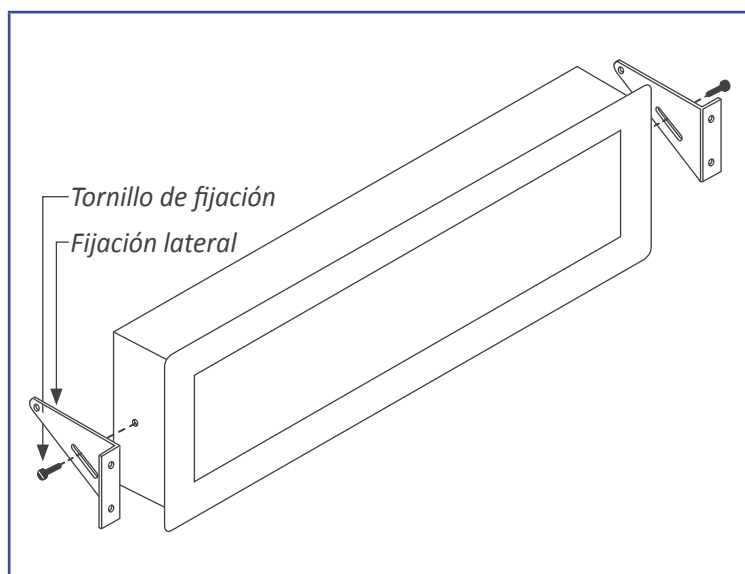

Figura 9 - Montaje en panel
- Montaje en panel. Realizar el taladro panel según las cotas que se indican en la sección 1.4. Retirar las fijaciones laterales. Introducir el instrumento en el panel. Montar las fijaciones laterales tal y como se indica en la figura (ver Figura 9). Soltar ligeramente el tornillo de fijación de uno de los lados y apretar la fijación lateral contra el panel. Apretar el tornillo para que la fijación mantenga la presión. Repetir con la fijación del lado opuesto.